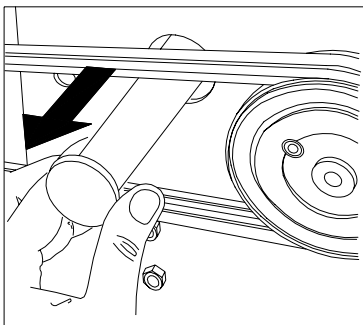

Fig. 17
- Placer le pince pour seeger et enlever l'anneau come indiqué fig. 17 (côté hacheuse) .